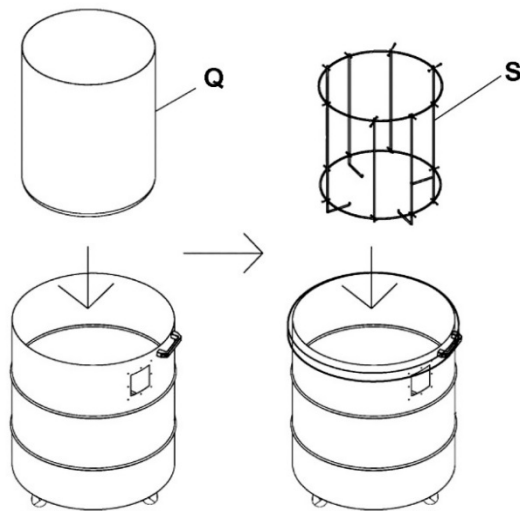

Abbildung 14
- Den Trommel-Auffangbeutel (Q) mit seiner Oberkante um die Trommeloberkante gelegt in die Trommel einlegen. Den Beutelrahmen (S) im Beutel anbringen und ganz nach unten drücken. Siehe Abbildung 14.